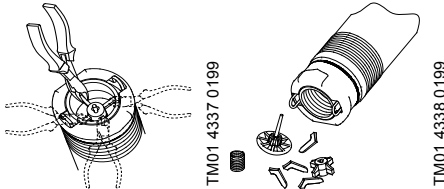

Fig. 7
1. Klipp av de fyra "benen" på ventilstyrningen med hjälp av en sidavbitare eller liknande, se fig. 7.